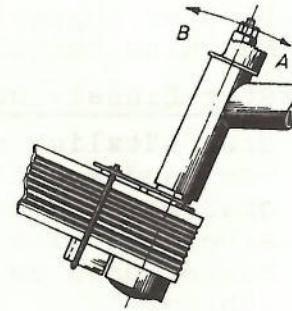

Abb. 21
- Läuft der Gurt oben an (Abb. 21), so verstellen Sie in Richtung "A".